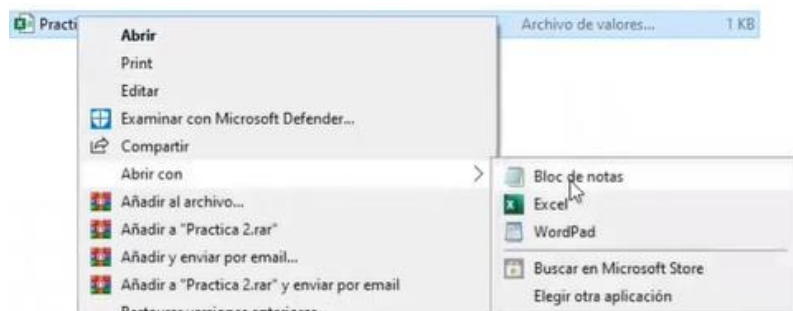

Figura 238. Block de notas.
41. Abrir la carpeta donde se encuentra el archivo, seleccionarlo con clic derecho y buscar la opción “Abrir con Bloc de notas”. Figura 238.